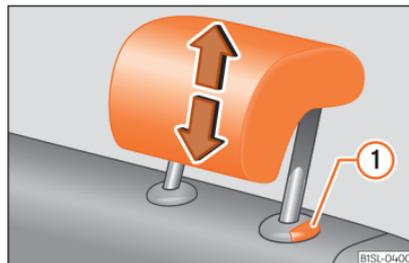

Abb. 93 Kopfstütze hinten: Kopfstützeinstellung.
- Schieben Sie die Kopfstützen in die entsprechende Pfeilrichtung nach unten oder oben. Drücken Sie die Taste » Abb. 93 ① um die Kopfstützen nach unten zu schieben » ⚠ in Einleitung zum Thema auf Seite 97.
- Taste » Abb. 93 ① drücken und Kopfstütze ganz herausziehen.